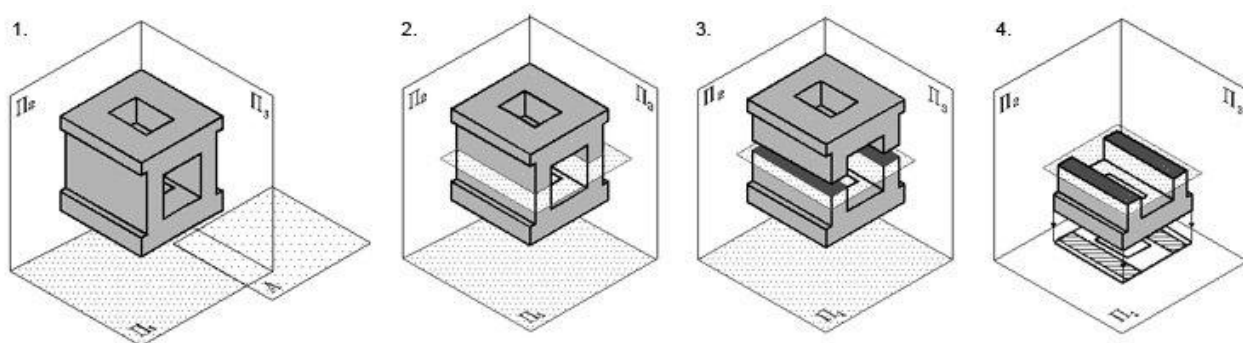

Рисунок 1
*Горизонтальный разрез* получают с помощью секущей плоскости, параллельной горизонтальной плоскости проекций. Горизонтальный разрез располагают, как правило, на месте вида сверху, но он может быть и вынесен в любое свободное место чертежа. Пространственная картина образования горизонтального разреза, рисунок 1: